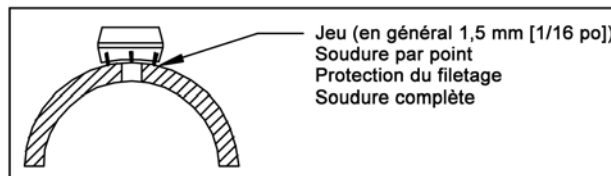

Figure 3. Jeu de soudure
- En utilisant le jeu de soudure approprié (généralement 1,5 mm [1/16 po]), soudez par point le raccord Thread-o-let à l'emplacement requis (figure 3). Vissez (à la main) le bouchon de blocage dans le raccord Thread-o-let du côté opposé et soudez par point le raccord Thread-o-let du côté opposé à l'emplacement requis, en utilisant l'extrémité de la sonde pour vérifier l'alignement.